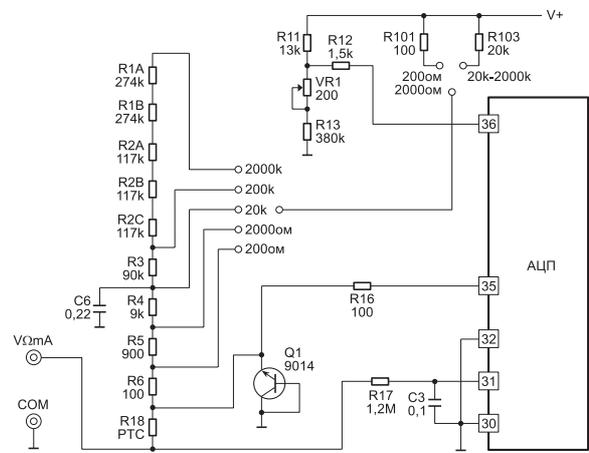

Рис. 6. Упрощенная схема мультиметра в режиме измерения сопротивления
Упрощенная схема мультиметра в режиме измерения сопротивления представлена на рис. 6. В режиме измерения сопротивления используется зависимость, выраженная формулой (2). На схеме видно, что один и тот же ток от источника напряжения +U протекает через опорный резистор $R_{оп}$ и измеряемый резистор R_x (токи входов 35, 36, 30 и 31 пренебрежимо малы) и соотношение $U_{вх}$ и $U_{оп}$ равно соотношению сопротивлений резисторов R_x и $R_{оп}$. В качестве опорных резисторов используются R1...R6, в качестве токозадающих используются R10 и R103. Защита АЦП обеспечивается терморезистором R18 (в некоторых дешевых моделях используются обычные резисторы номиналом 1...2 кОм), транзистором Q1 в режиме стабилитрона (устанавливается не всегда) и резисторами R35, R16 и R17 на входах 36, 35 и 31 АЦП.